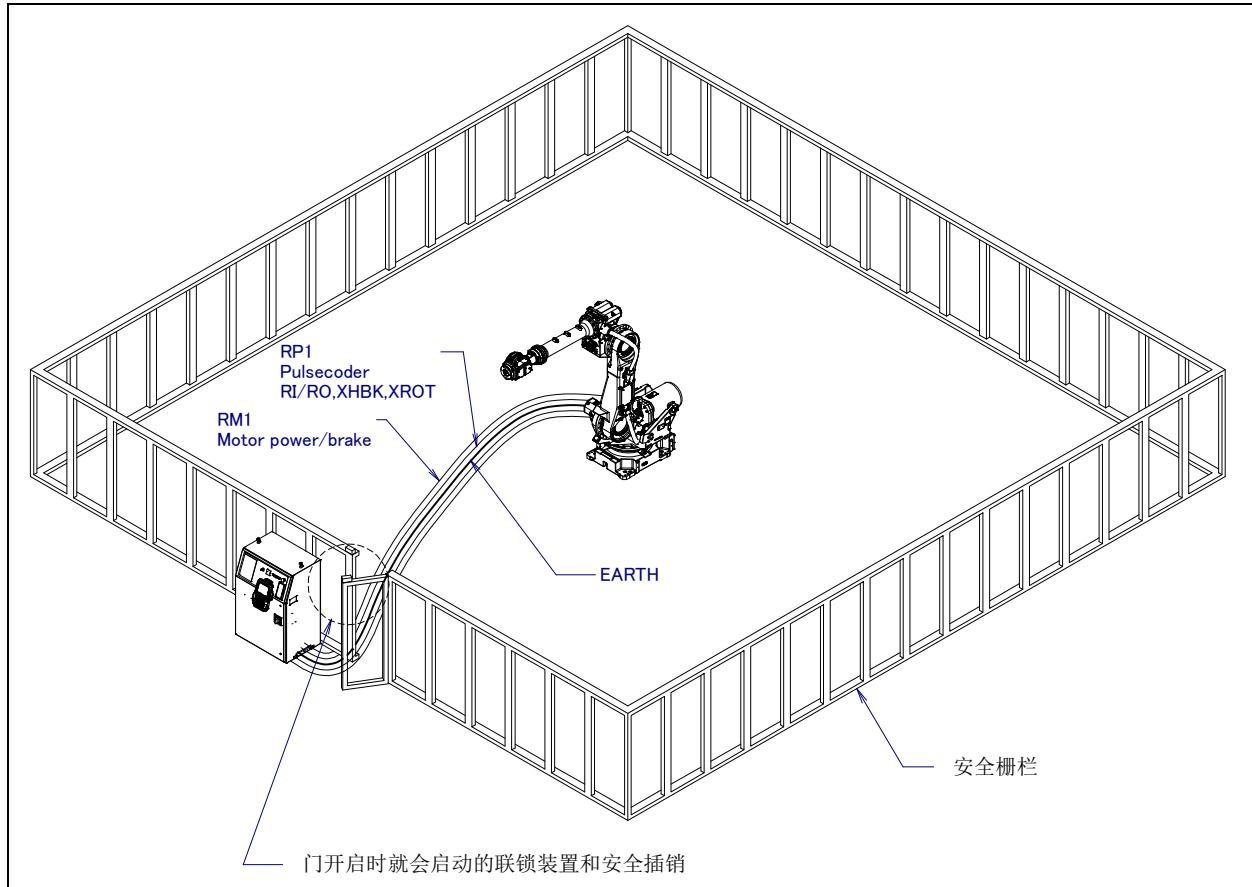

图 3 (a) 安全栅栏和安全门
- (14) 在使机器人操作时，务必在确认安全栅栏内没有人员后再进行操作。同时，检查是否存在潜在的危险，当确认存在潜在危险时，务必排除危险之后再进行操作。
- (15) 不要在下面所示的情形下使用机器人。否则，不仅会给机器人和外围设备造成不良影响，而且还可能导致使用者受重伤。
- (16) 在连接与停止相关的外围设备（安全栅栏等）和机器人的各类信号（外部急停、栅栏等）时，务必确认停的动作，以避免错误连接。
- (17) 有关架台的准备，按照图 3 (c)在安装或者维修作业时，请十分注意高地作业的安全。应考虑脚手架和安全皮带安装位置的确保等。